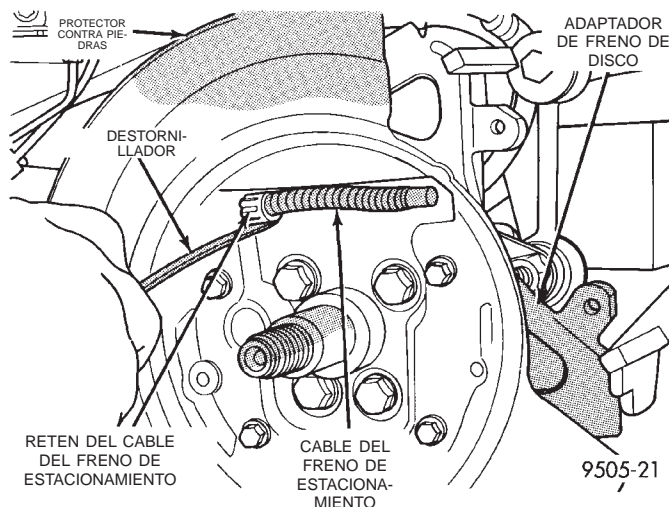

Fig. 153 Desmontaje del cable del freno de estacionamiento del adaptador del freno de disco
(21) En los vehículos que tienen instalados frenos traseros de disco, retire el cable del freno de estacionamiento (Fig. 153) del adaptador de freno de disco trasero. Para retirar el cable del freno de estacionamiento del adaptador de freno de disco, utilice un destornillador como se muestra en (Fig. 153) para comprimir las lengüetas de fijación en el retén del cable del freno de estacionamiento.